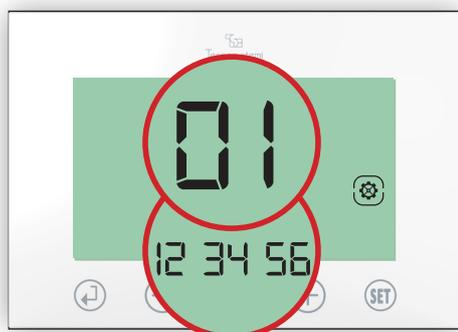

Fig.140
- le 6 cifre indicate sulla centralina (**ID Rete della centralina**). (Fig.140)